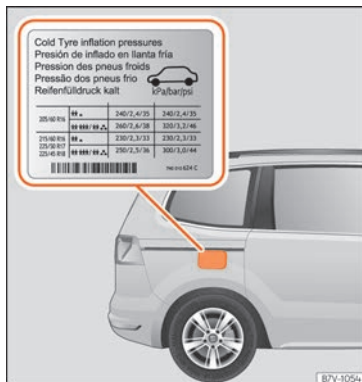

Fig. 295 Emplacement de la plaque indiquant la pression de gonflage des pneus.
• Si le véhicule est fortement chargé, adaptez la pression des pneus en conséquence » » **fig. 295.**
La valeur de la pression de gonflage des pneus correcte pour ceux montés d'usine figure sur un autocollant et s'applique aux pneus d'été et d'hiver. L'autocollant » » **fig. 295** se trouve sur le montant de la porte du conducteur, ou sur le bas de la trappe à carburant.
Adaptez la pression de gonflage des pneus à la charge du véhicule. Si le véhicule est chargé au maximum, vous devez augmenter la pression de gonflage jusqu'à la valeur maximale de charge indiquée sur l'étiquette adhésive » » **fig. 295.**
- Le conducteur est responsable de la pression correcte de tous les pneus de son véhicule. La pression de gonflage recommandée est indiquée sur un autocollant »» fig. 295.
- Sur les pneus à froid, la pression devra toujours être celle indiquée sur l'autocollant »» fig. 295.